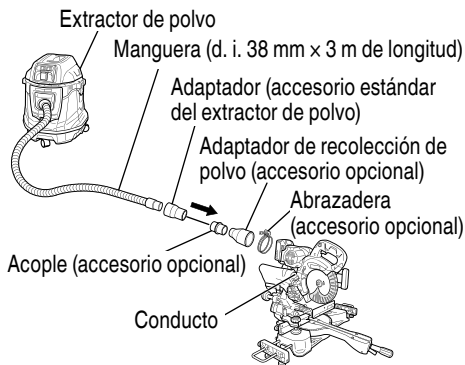

Fig. 52
15. Conectar el extractor de polvo (se vende por separado) (Fig. 52)
La conexión se realiza pulsando en la dirección de la flecha. (Fig. 52)